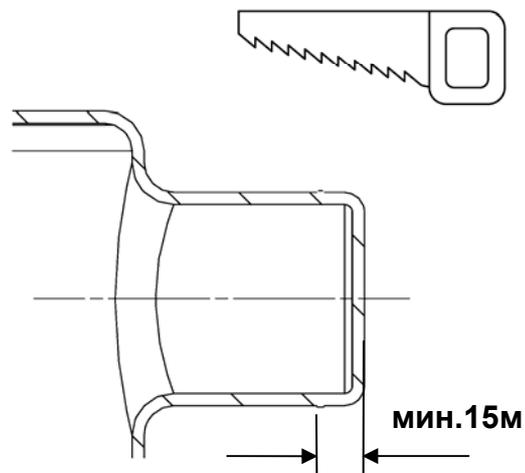

Рис. 6 Удаление заглушки
- Удалить заглушки на соответствующих патрубках для подключения приточных линий (рис.6)